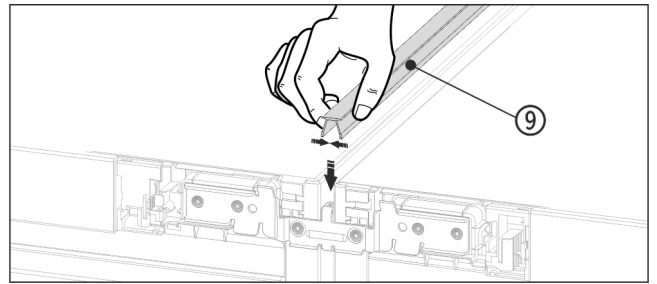

Fig. 19
- ▶ Затисніть на верхньому боці короткий нащільник Fig. 19 (9) в горизонтальну щілину.